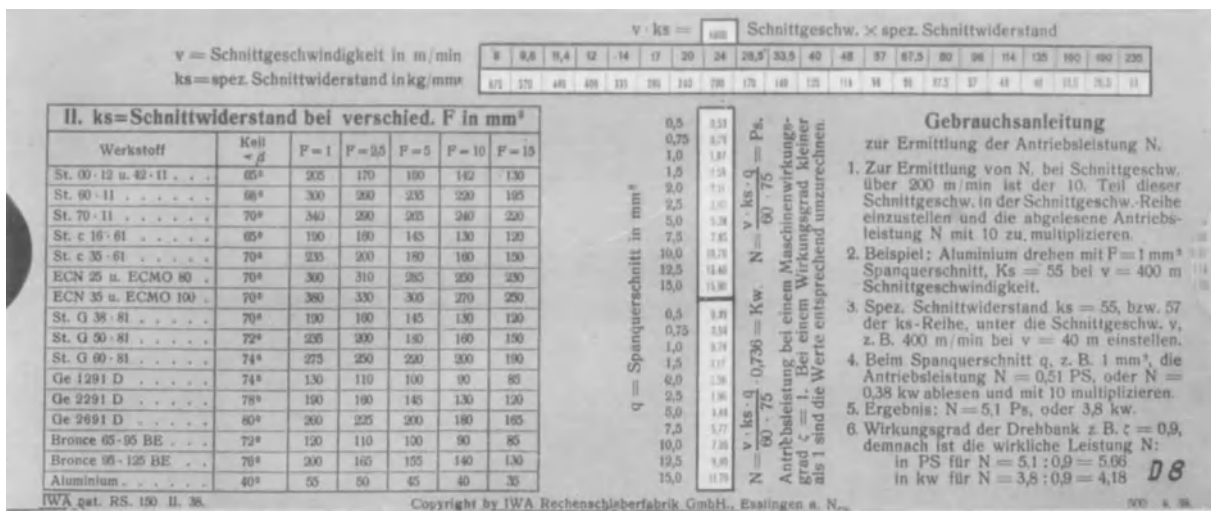

Fig. 1
B) Für den andern Weg braucht man den Rechenschieber Fig. 1 und 2 S. 30 folgendermaßen: